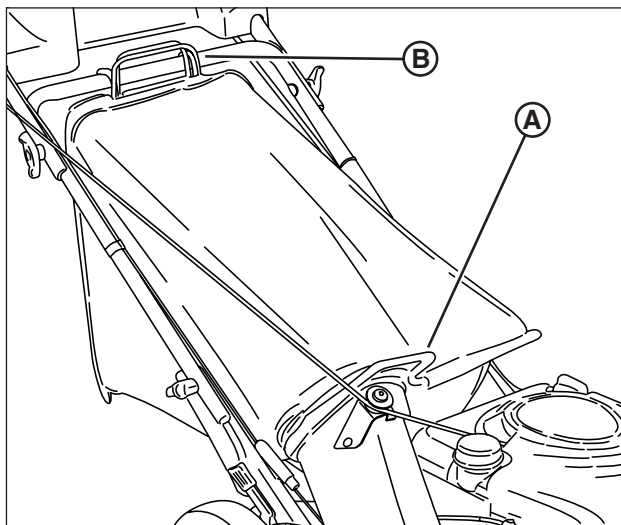

Figura 12: Instalación de la bolsa para césped
2. Para instalar la bolsa para césped, deslice el conector **(A, Figura 12)** sobre el reborde del adaptador.